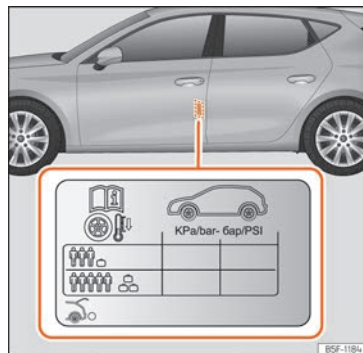

Abb. 234 Einbauort des Aufklebers für den Reifenfülldruck.
- Passen Sie bei größerer Zuladung den Reifendruck entsprechend an »» **Abb. 234.** »
Die Angaben zum Reifendruck befinden sich auf einem Aufkleber an der B-Säule der Fahrertür »» Abb. 234.
Der Reifendruck muss der aktuellen Fahrzeugbeladung angepasst werden. Wenn das Fahrzeug voll beladen werden soll, muss der Reifenfülldruck entsprechend dem auf dem Reifenfülldruck-Aufkleber »» Abb. 234 angegebenen maximalen Wert erhöht werden.
von 4,2 bar, gemäß Angabe auf dem Aufkleber mit den Reifendruckwerten »» Abb. 234.
- Der Fahrer ist verantwortlich für den richtigen Reifenfülldruck an allen Reifen am Fahrzeug. Der empfohlene Reifenfülldruck befindet sich auf einem Aufkleber »» Abb. 234.
- Immer den richtigen Reifenfülldruck am kalten Reifen einhalten, wie auf dem Aufkleber angegeben »» Abb. 234.